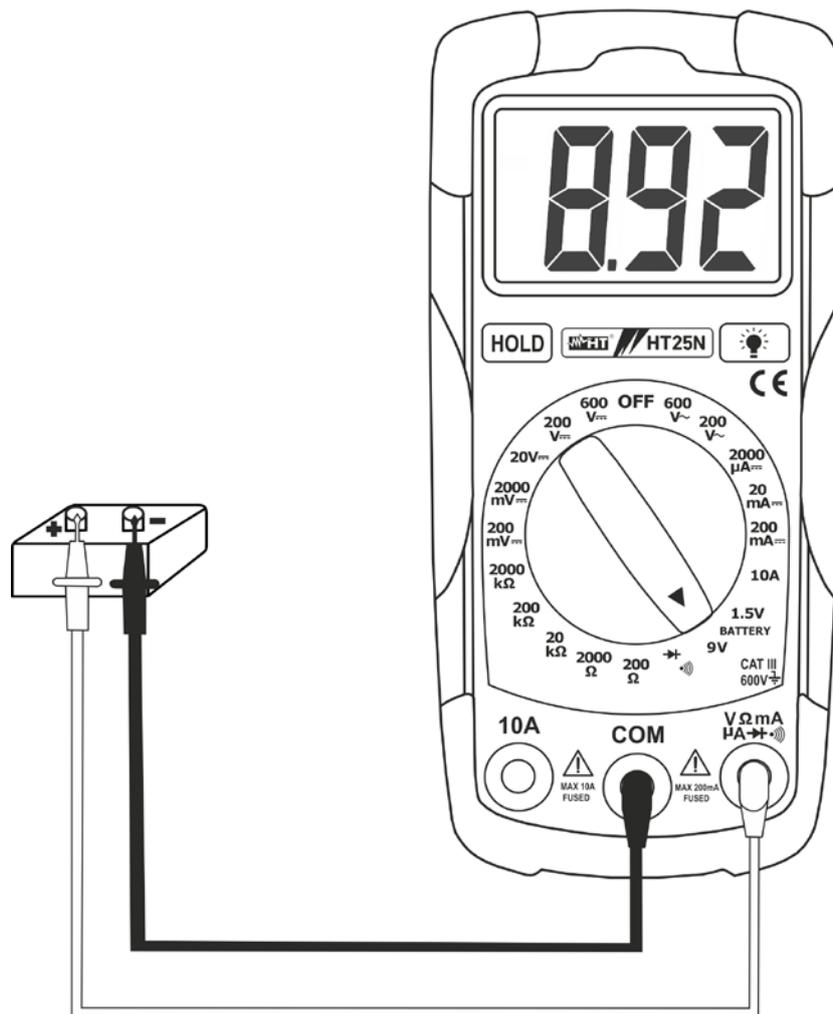

Abb. 7: Batterientest
3. Verbinden Sie die Messleitungen mit der zu testenden Batterien unter Berücksichtigung der Polarität (s. Abb. 7). Der Batterie Spannungswert wird angezeigt